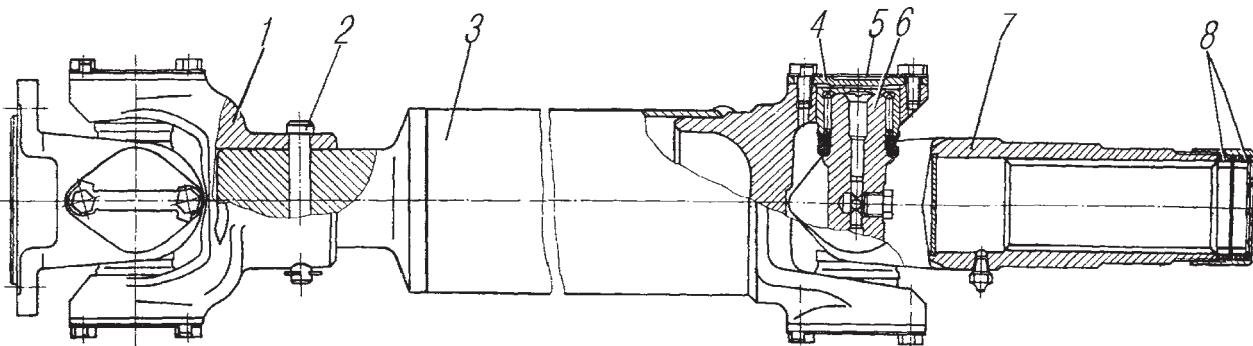

Рис. 113. Вал карданный передний привода лебедки:
**Привод лебедки.** Мощность от раздаточной коробки через дополнительную коробку отбора мощности к редуктору лебедки передается тремя карданными валами. На переднем карданном валу для предохранения деталей лебедки от перегрузки установлен предохранительный штифт 2 (рис. 113), который срезается при нагрузке выше допустимой.